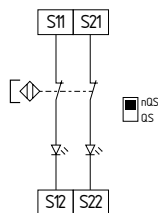

Fig. 14
**Commande à deux canaux d'interrupteurs magnétiques de sécurité selon IEC 60947-5-3 (Fig. 14)**